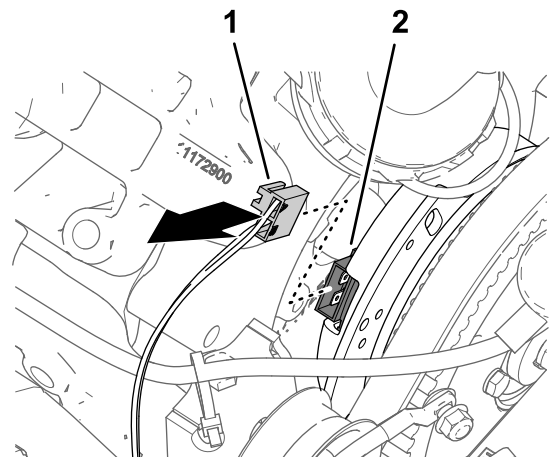

図 168
1. 車両用ワイヤハーネスのうち、SPRAY PUMP COIL というラベルのついた 2 ソケットコネクタを、オルタネータの 2 ピンコネクタから外す 図 168。